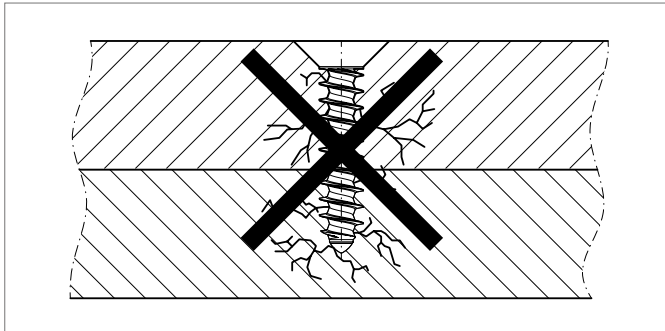

Abb. 8-1 Nicht direkt schneidend schrauben
- Nie direkt schneidend in die REHAU I HANEX Materialien schrauben (Kerbwirkung), (Abb. 8-1)